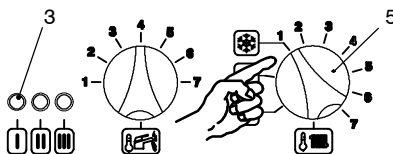

fig. 2.3
- 3 Colocar el conmutador 5 como en la fig. 2.3; el indicador luminoso 3 centillea por intermitencia de aproximadamente cada 1 segundo.